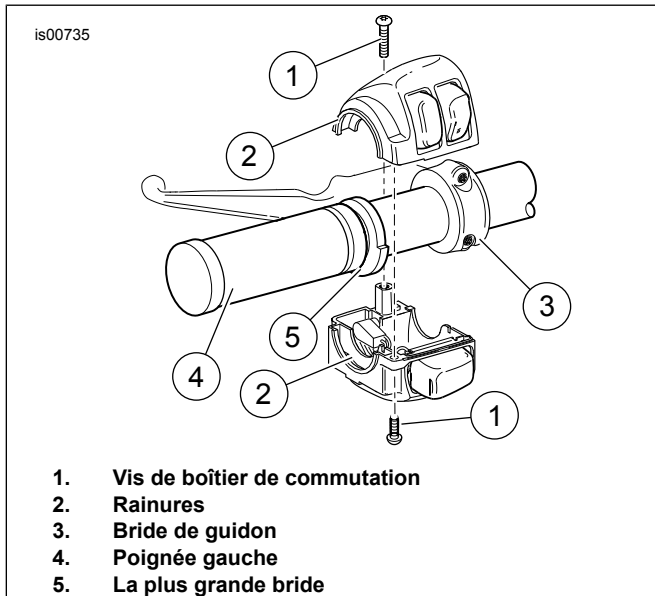

Figure 1. Boîtier de commutation gauche du guidon
1. Consultez Figure 1 . Retirez les deux avec rondelles plates qui lient la bride de guidon (3) au support de montage de la manette d'embrayage. Retirez la bride et positionnez l'assemblage de la manette d'embrayage à l'écart du guidon.
2. Desserrez, mais ne retirez pas les vis des boîtiers supérieur et inférieur (1).